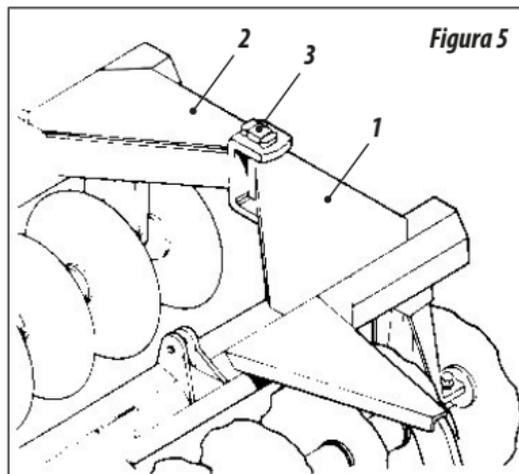

Figura 5
01 - Acople a armação (1) na armação (2), fixando através do pino (3), conforme mostra a figura 5.